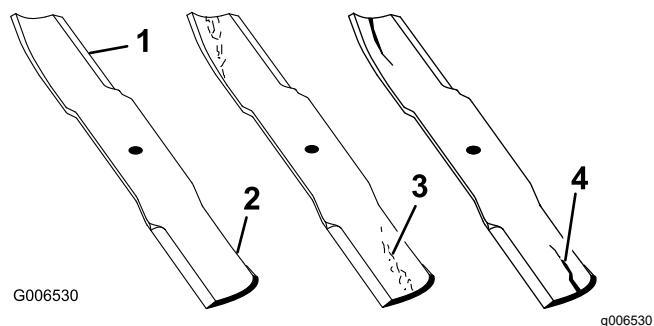

Figura 72
1. Ispécione as extremidades de corte (Figura 72).
4. Se verificar quaisquer fissuras, desgaste, ou a formação de ranhuras nesta área instale imediatamente uma lâmina nova (Figura 72).